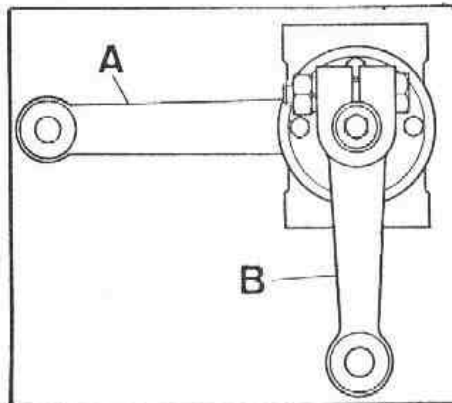

Fig. G-50 Posición de las bieletas de la caja compensadora
- 2.4. Fijar las bieletas superior, B (Fig. G-50) e inferior, A, de la caja compensadora y apretar los pernos de fijación con una tensión de 7,6 mkg.